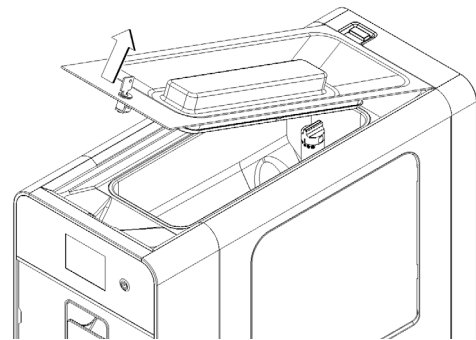

Bild 17
**1** Den oberen Deckel abnehmen. (Bild 17)